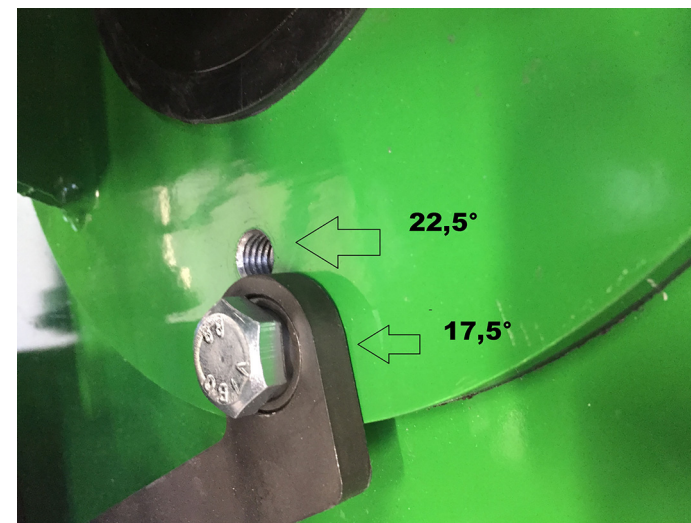

Fig. 6
La direzione di tiro non va regolata; i piattelli vengono lanciati automaticamente con direzione imprevedibile, sul piano orizzontale, con angolazione di 17,5° e 22,5° a destra e a sinistra per un totale di 35° e 45° spostando la leva di regolazione (U) in uno dei due fori (Fig. 5, Fig. 6).
The direction of trajectory must not be set. Targets are automatically thrown in a random horizontal direction, at a equal angle of 17,5° and 22,5° Left and Right for a total of 35° and 45° setting the shaft (U) (Fig. 5, Fig. 6).